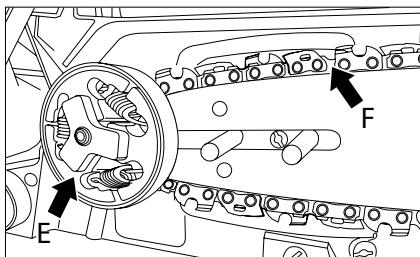

Fig. 8
6. Coloque la cadena detrás de la rueda dentada motriz (E). Compruebe si los eslabones de la cadena están bien colocados entre los dientes del piñón (fig. 8).
7. Inserte los eslabones en la ranura de la barra (F) de forma circunferencial (fig. 8).